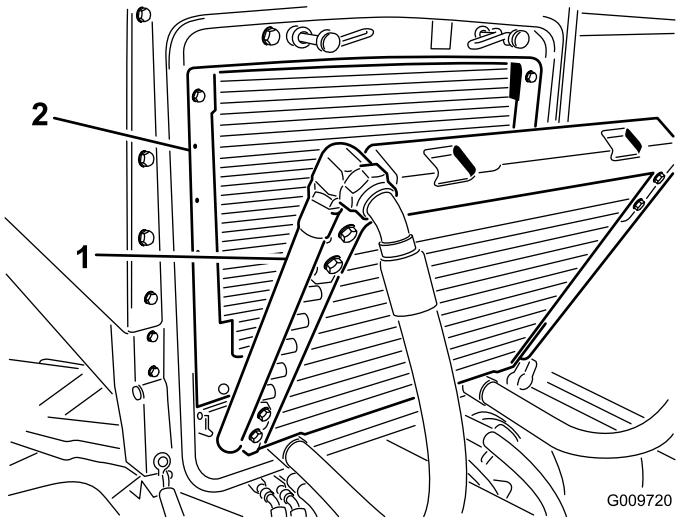

図 51
3. クーラを後ろに傾ける。オイルクーラとラジエターの裏表を図 51 壓縮空気で丁寧に清掃する。機体の前側からエアを吹きつけて後ろ側にゴミを吹き飛ばします。その後、今度は後ろ側から前側に向かって吹きつけて清掃します。この作業を数回繰り返してごみやほこりを十分に落としてください。